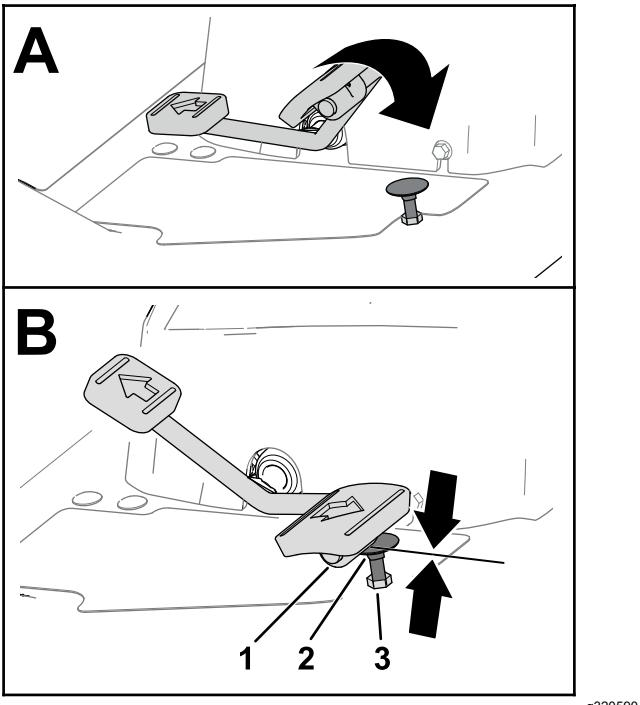
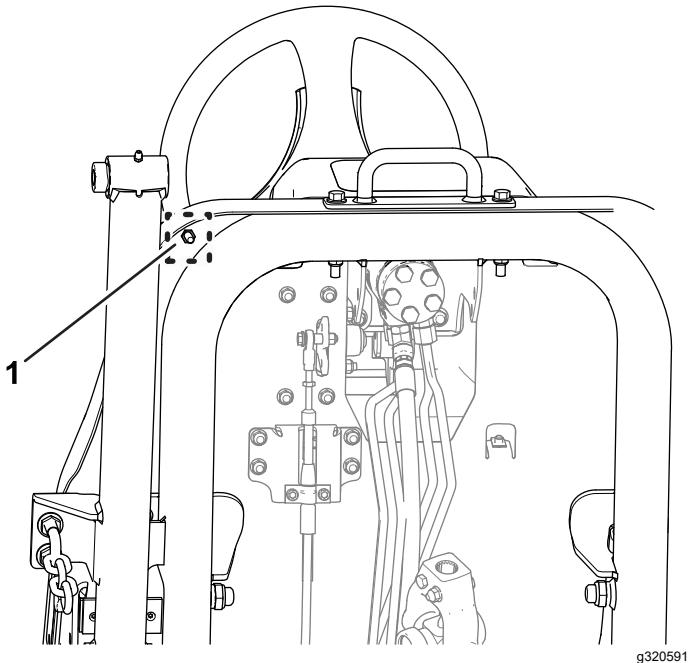

Figure 76
Figure 77
- Poussez complètement la pédale de déplacement en avant (Figure 76).
- Bloquez la butée de la pédale de déplacement (Figure 76) avec une clé.
- Desserrez l'écrou de blocage au bas du repose-pied (Figure 77).
- Poussez complètement la pédale de déplacement en position avant (Figure 76).
- Tout en maintenant la butée de la pédale de déplacement, réglez l'écrou de blocage situé au-dessus du repose-pied (Figure 76) jusqu'à ce que la pédale touche la butée.
- Tout en maintenant la butée de la pédale de déplacement, serrez l'écrou de blocage au bas du repose-pied (Figure 76 et Figure 77) à un couple de 37 à 45 N·m.